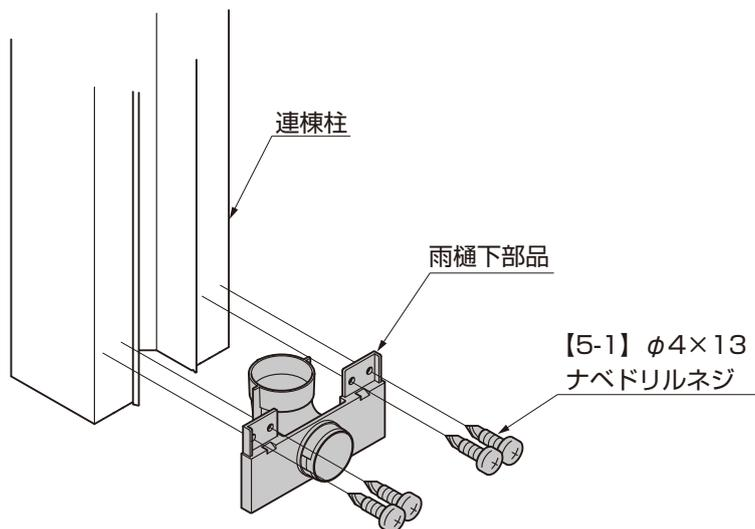

図4-7
- ①雨樋下部品を連棟柱または柱 (エクシオールプラス用) に【5-1】で取付けてください。(図4-7参照)
- ②桁の下から雨樋下部品までを実測 (A寸法) してください。(図4-7、図4-8参照)